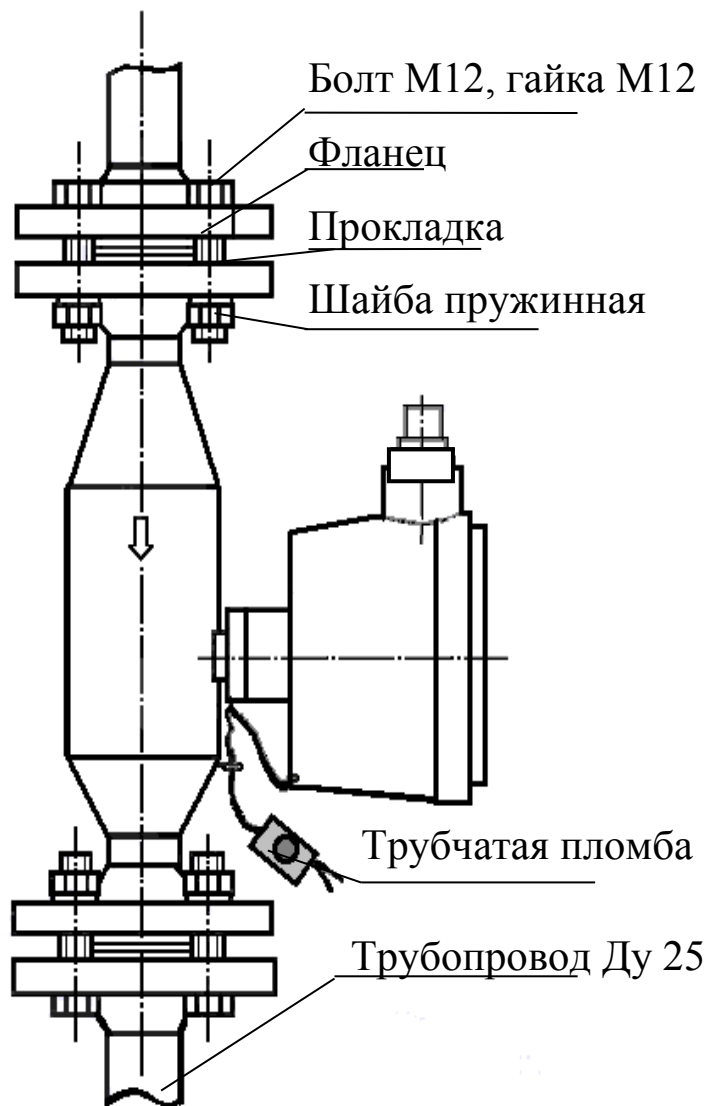

Рисунок 5
2.5.1 Монтаж и установка спиртомера должны производиться в соответствии с утвержденным в установленном порядке проектом, разработанным специализированной организацией с учетом требований монтажного чертежа (рисунок 5) и выполняться организацией, имеющей разрешение на применение взрывозащищенного оборудования, выдаваемое Федеральной службой по экологическому, технологическому и атомному надзору.
- убедиться, что гайка, стопорящая резьбовое соединение датчика и преобразователя на спиртомере, предохранена от отвинчивания проволокой и трубчатой пломбой (см. рисунок 5); проверить наличие и целостность оттиска клейма поверителя на пломбе;